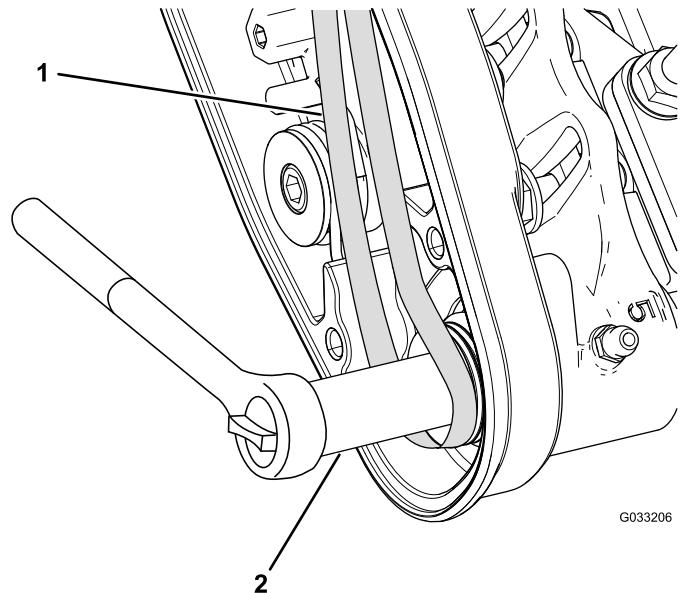

图 26
C. 使用 9/16 英寸 深套管旋转滚筒刷组件并把皮带引入从动皮带轮 图 26。